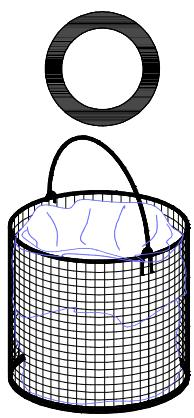
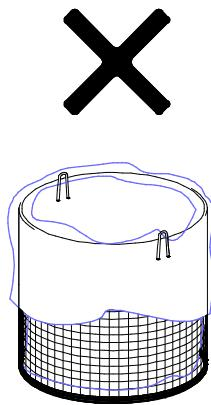

図 4
図 5
- ➌ 開いたバッグの口は必ず金網カゴの内側で折り返してください。(図 4, 図 5)